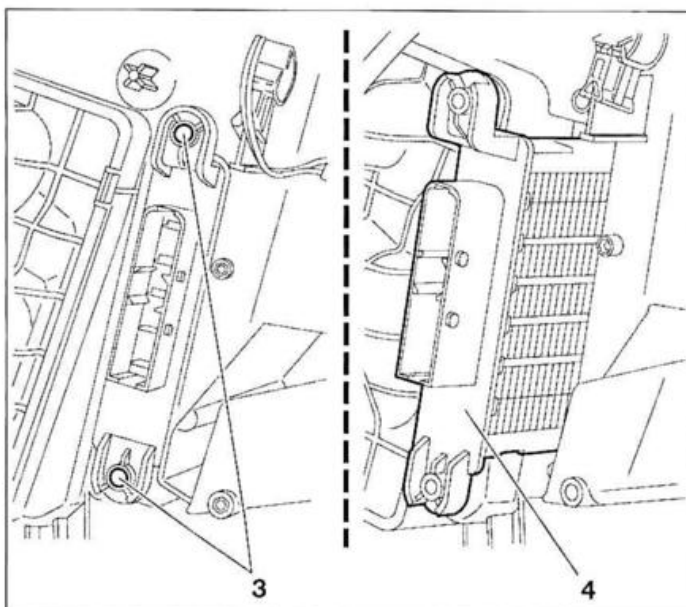

FIG. 19b
- Desmontar los tornillos de fijación (3) y extraer la resistencia térmica (4) (fig. 19b), marcar su sentido de montaje.